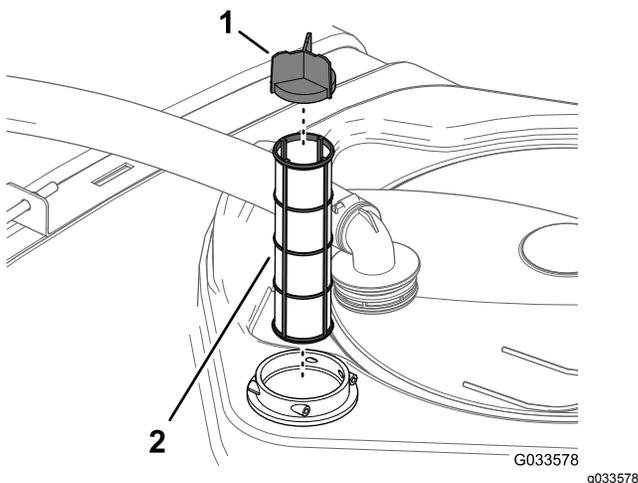

Figura 22
4. Retire el filtro de aspiración del alojamiento del filtro del depósito (Figura 22).